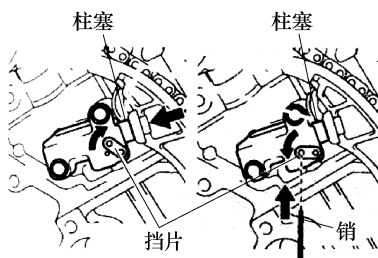
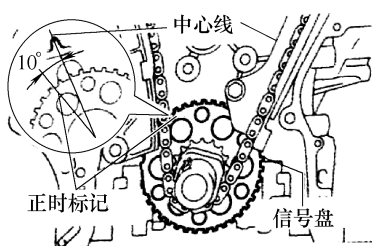
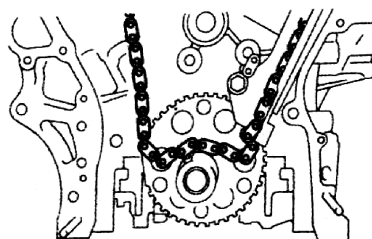

图 1-129 锁定张紧器锁止机构
图 1-130 逆时针转动曲轴 10°
图 1-131 将正时链放曲轴链轮上
① 向上移动挡片以松开锁止，并将柱塞推入张紧器。
② 向下移动挡片以锁定锁止机构，并将直径为 1.27mm 的销插入挡片孔中，见图 1-129。
③ 拆下 2 个螺栓和 1 号链条张紧器总成。
① 逆时针转动曲轴 10° 以松开链条分总成，见图 1-130。
② 拆下带轮固定螺栓。
③ 从曲轴正时链轮上拆下链条分总成，并将其放在曲轴上，见图 1-131。